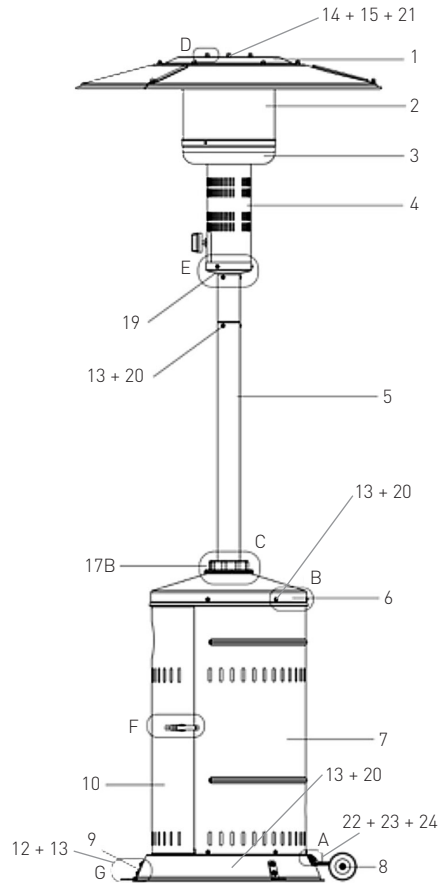

Abb. 1
SCHRITT 5: Montieren Sie das innere Gasrohr am Hauptbrenner – siehe Abb. 1. Befestigen Sie den Hauptbrenner am Ständer mit Hilfe von